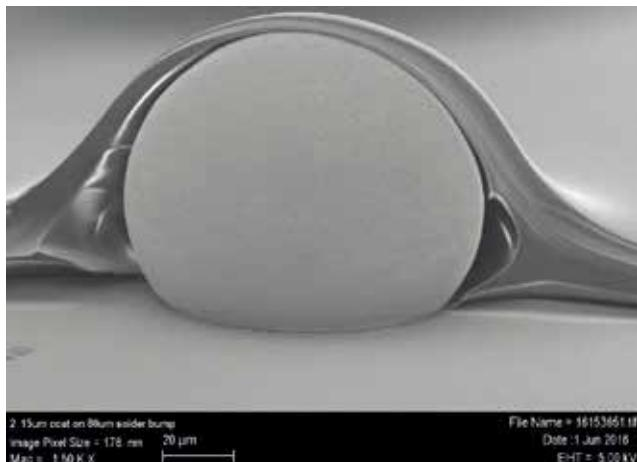

图3：BrewerBOND T1100 材料提供高保形性和良好粘合性。
系统应用包括两个步骤，①将低玻璃化转变温度（低 T_g）的热固性材料（BrewerBOND C1300）应用在载体上。②然后将该载体组件粘合到已经应用对应的较高 T_g 的粘合材料（BrewerBOND T1100）涂覆处理过的器件结构上。在室温下进行粘合和加工后，这对（器件结构和载体）结构就可以进行紫外线照射或热烘烤，以固化热固性材料。当加工温度低于 350°C 时，BrewerBOND T1100 系列材料在 300°C 以下仍能保持固有流变属性，几乎没有熔体流动。这种材料具有高度的保形性，用作涂覆保护层，即使涂得很薄，也能覆盖严重不均匀的形貌。图 3 是在 80 微米的焊接凸点上涂覆 2.15 微米厚的 BrewerBOND T1100 系列材料涂层后的扫描电镜截面图。